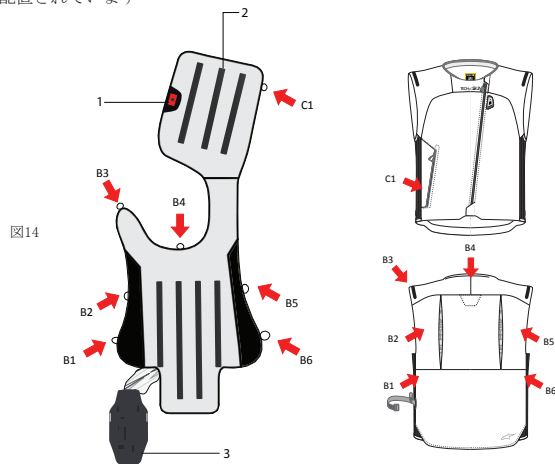

図14
4. すべての接続クリップを開いて、ベストからエアバッグを取り外します。クリップは図14のように配置されています